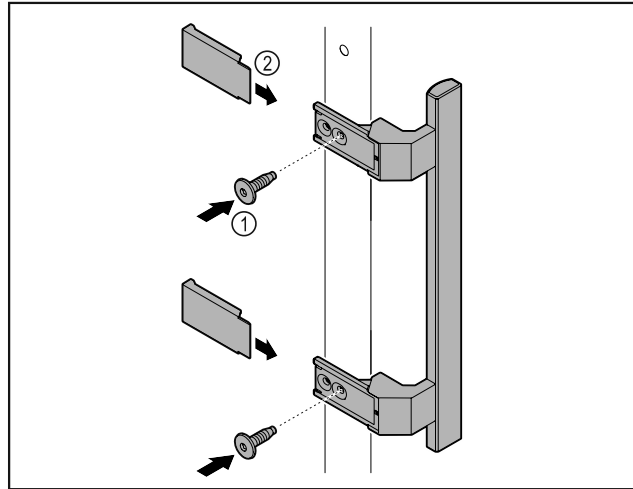

Fig. 7
- ▶ Ручку з комплекту додаткового обладнання з доданими гвинтами Fig. 7 (1) розмістити на дверях.
- ▶ Встановити кришку Fig. 7 (2).